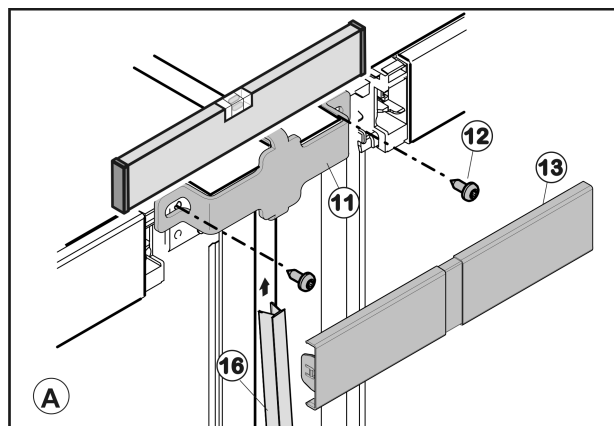

Fig. 44
- Fije la pieza de unión Fig. 44 (11) superior con los dos tornillos Fig. 44 (12). Dado el caso, grabe los agujeros de tornillo o utilice un destornillador de batería.
- Sujete el panel de protección Fig. 44 (13).
- Monte el burlete Fig. 44 (16), desplácelo un poco bajo la cubierta superior Fig. 44 (13) y, después, presione hacia abajo para introducirlo en la ranura.